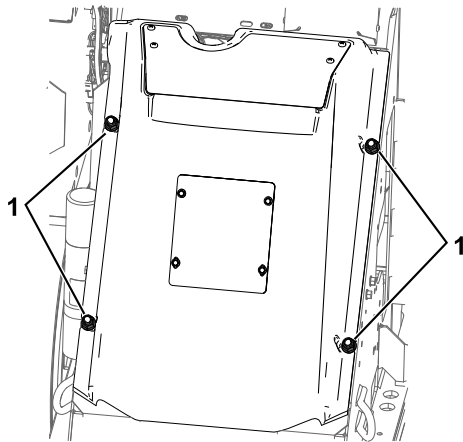

Figura 27
4. Desaperte as quatro porcas que prendem o capot (Figura 27).